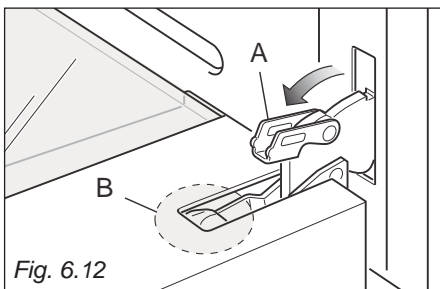
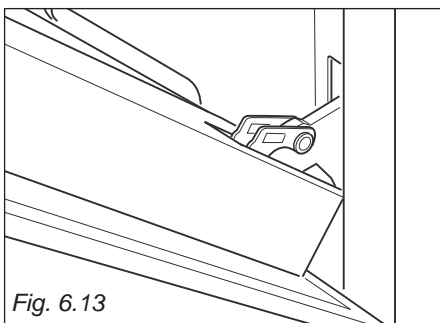

Fig. 6.12
Fig. 6.13
- Ouvrez complètement le levier "A" sur les charnières de gauche et de droite (fig. 6.12).
- Refermez doucement la porte (fig. 6.13) jusqu'à ce que les leviers "A" des charnières gauche et droite s'accrochent sur la partie "B" de la porte (fig. 6.12).